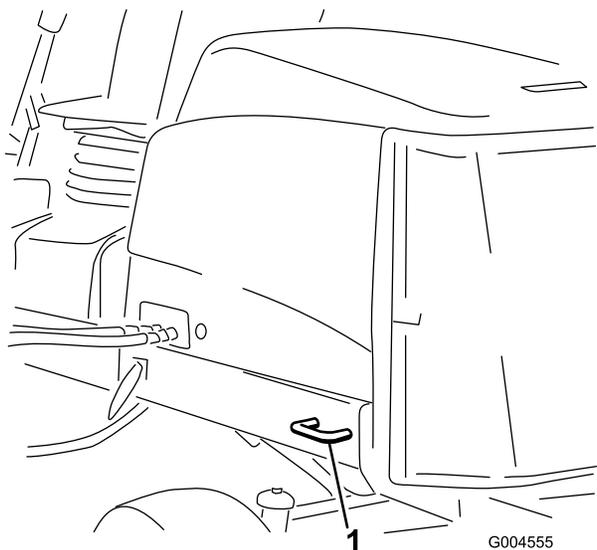

Figure 48
- Arrière – chaque côté de la machine sur le cadre arrière (Figure 48).